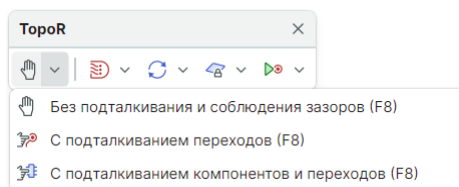

Рис. 406 Опции режима Freestyle
1. Режим «Freestyle» для ручного перемещения проводников, см. Рис. 406.